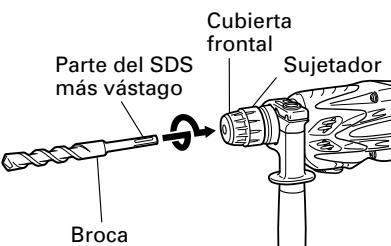

Fig. 2
6. Montaje de la broca (Fig. 2)
- (1) Limpie la parte del vástago de la broca de taladro.
- (2) Inserte la broca de taladro girando en el sujetador de la herramienta hasta que se asegure bien. (Fig. 2)
- (3) Verifique si esta bien asegurado tirando de la broca de taladro.